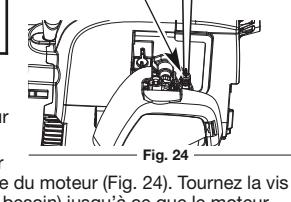

Fig. 24
- Relâchez la manette des gaz et laissez le moteur tourner au ralenti. Si le moteur s'arrête, insérez un tournevis cruciforme entre la couverture du filtre à air et celle du moteur (Fig. 24). Tournez la vis du ralenti dans le sens des aiguilles d'une montre, 1/8 de tour à la fois (selon le besoin) jusqu'à ce que le moteur tourne au ralenti sans à-coups.